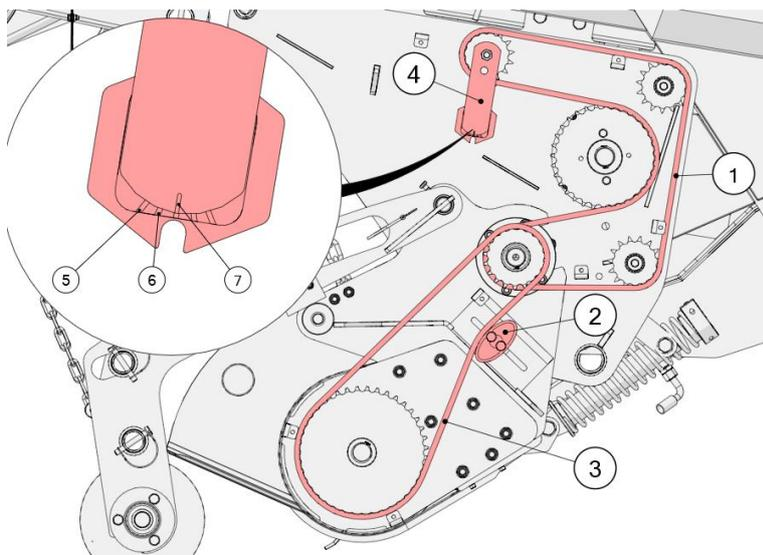

Рисунок 54. Натяжение цепи подборщика
- Для натяжения цепи подборщика (3) ослабьте винты натяжного устройства (2) и сдвиньте его вверх так, чтобы цепь была натянута (Рис. 54);
- Приводная цепь (1) натягивается через автоматический натяжитель (4). Считайте значение на индикаторе (7), как показано на рисунке 54. Индикатор должен находиться между отметками 5 и 6. Если индикатор находится за пределами этого диапазона: